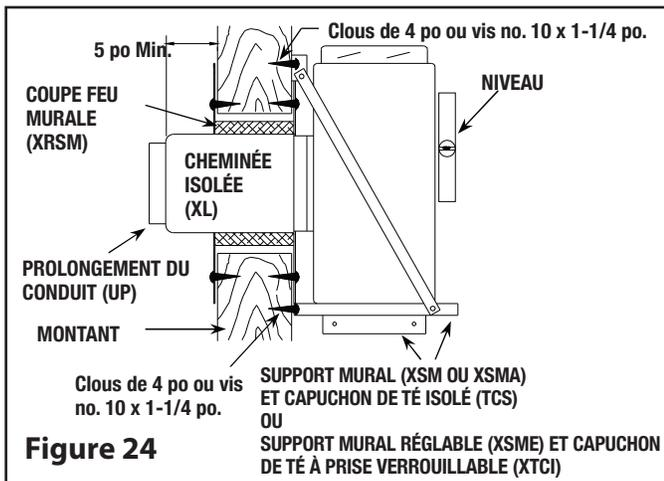

Figure 24
Étape 5. Cette étape nécessitera d'être effectuée par 2 personnes : (voir Figure 24). Insérez la longueur de cheminée de cet ensemble dans le trou du mur. En utilisant un niveau, veillez bien à ce que le té soit vertical, puis attachez le support au mur à l'aide de (8) vis à bois no. 10 x 1 - 1/4 po ou clous torsadés de 4 po.
Étape 6. Attachez le prolongement du conduit à la longueur horizontale de la cheminée à l'aide de trois (3) vis métalliques fournies (voir Figure 24).